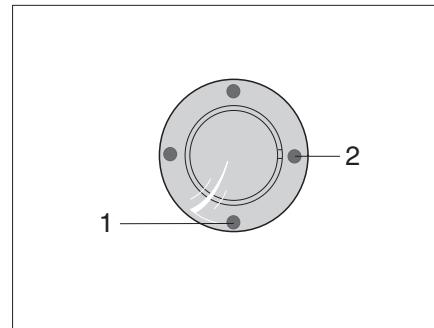
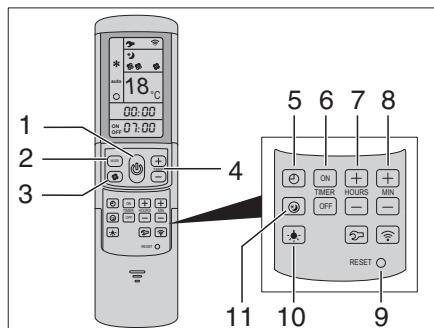

Fig. 336 Ricevitore IR/Indicatore di funzionamento
Fig. 337 Telecomando
L'impianto di climatizzazione si trova sul tetto del veicolo. Il telecomando (Fig. 337) dell'impianto di climatizzazione si trova nell'area cucina.
L'impianto di climatizzazione è pronto a funzionare. Il LED blu (Fig. 336,1) è acceso.
- Per accendere, premere il tasto (Fig. 337,1) del telecomando. Il LED blu (Fig. 336,1) lampeggiava.
- Impostare la modalità di funzionamento desiderata con il tasto MODE (Fig. 337,2).
- Se necessario, con il tasto (Fig. 337,3) impostare il livello della ventola e con i tasti (Fig. 337,4) la temperatura ambiente desiderata.
Al raggiungimento della temperatura impostata sul telecomando, il LED blu (Fig. 336,1) si spegne, il compressore si spegne e la ventola di ricircolo continua a funzionare.
- Per spegnere, premere di nuovo il tasto (Fig. 337,1) del telecomando.
- Per la programmazione, accendere l'impianto di climatizzazione con il tasto (Fig. 337,1) del telecomando.
- Con il tasto (Fig. 337,2) impostare la modalità di funzionamento desiderata e con i tasti (Fig. 337,4) la temperatura ambiente.
- Con i tasti (Fig. 337,6) selezionare l'azione desiderata:
- Con i tasti (Fig. 337,7 e 8) selezionare il tempo di commutazione desiderato (da 15 minuti a 24 ore).
- Confermare le impostazioni con il tasto "ON" o "OFF" (Fig. 337,6).